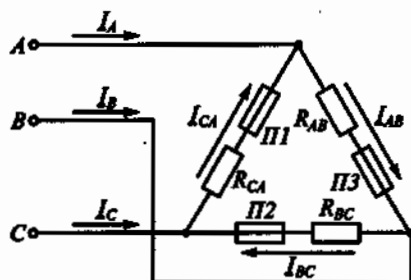

Рис. 131
3.107. Как изменятся токи, если перегорит предохранитель $\Pi 1$ в схеме на рис. 131?